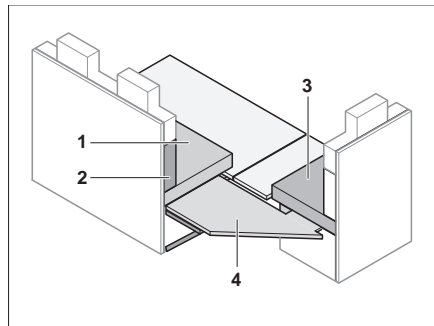

Fig. 130 Placer la plaque de renforcement
- Placer la plaque de renforcement (Fig. 130,4) sur la rallonge de la banquette.